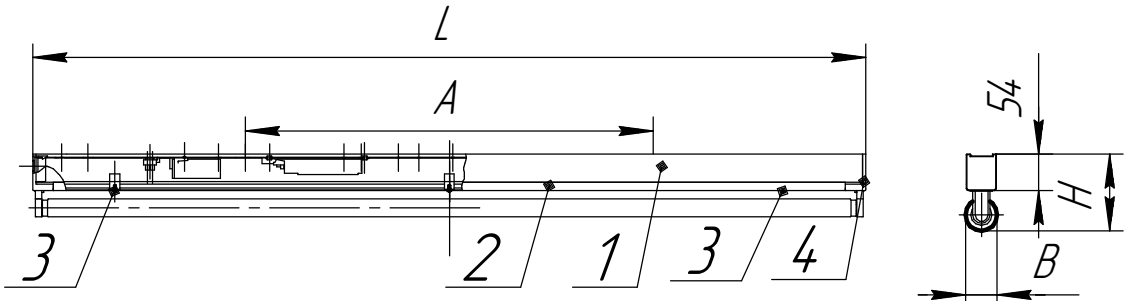

Рисунок 1. 1. Корпус в сборе, 2. Крышка, 3. Винт, 4. Крышка.
4.2 Светильники в соответствии с Рис.1, 2, 3, 4, 5 состоят из: корпуса в сборе поз.1 в котором размещена электрическая схема, двух торцевых крышек поз.4, крышки поз.2, которая крепится к корпусу при помощи трех винтов поз.3., и отражателя поз. 5, который крепится к корпусу при помощи трех винтов поз.3.
6.2 Отверните винты поз.3 и крышку поз.2 (Рис. 1, 2, 3, 4 Приложение А и рис.5 Приложение Б).
6.5 Закрепите крышку поз.2 и отражатель поз.5 (если комплектуется отражателем) тремя винтами поз.3 Рис. 1,2,3,4,5 *При заказе светильника необходимо указать тип светильника и способ его установки. При отсутствии указания конкретного узла подвеса, светильники поставляются с креплением на горизонтальную поверхность.